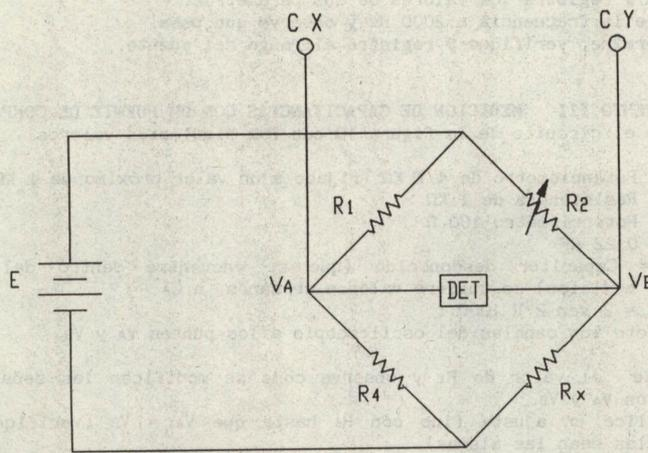

Figura 12
- a) Con base al circuito de la figura 12.
- b) Arme el circuito de la figura 12 y conecte las puntas del osciloscopio como se indica.